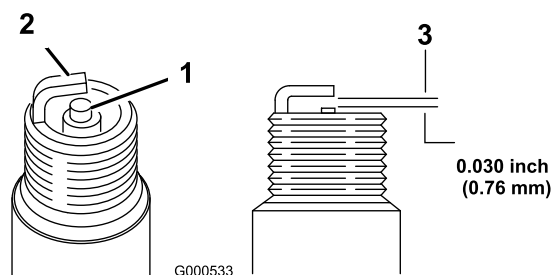

Figure 31
5. Réglez l'écartement des électrodes à 0,76 mm (0,030 po) (Figure 31).